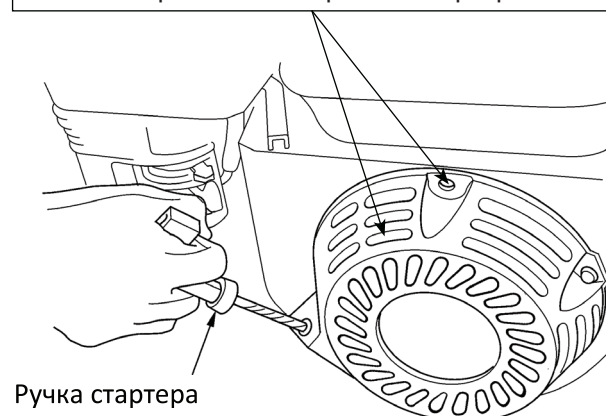

Рис.19
7. Потяните за рукоятку стартера до тех пор, пока вы не почувствуете сопротивление. Продолжайте тянуть рукоятку стартера до тех пор, пока отметка на шкиве стартера не совпадет с отверстием на кожухе стартера (см. Рис.19). В этом положении впускной и выпускной клапан двигателя закрыты. Таким образом, вы предохраните двигатель от внутренней коррозии